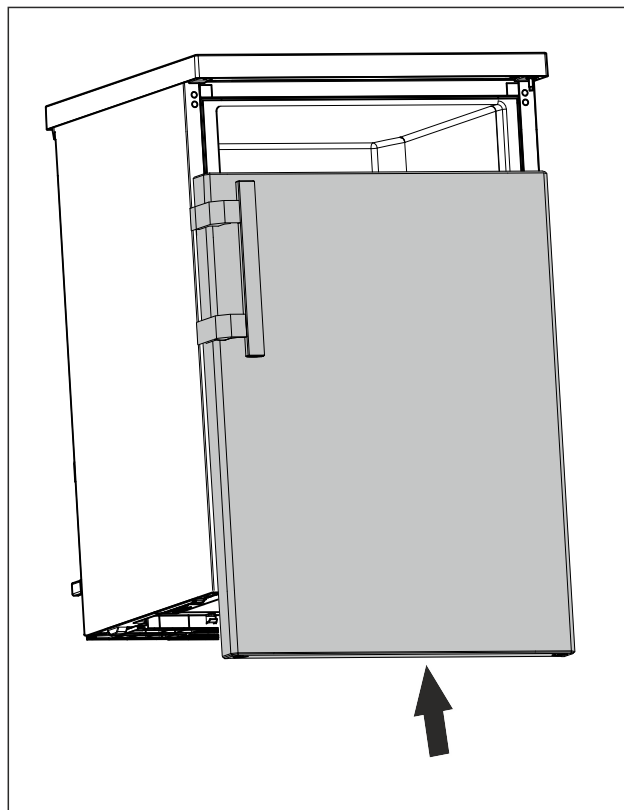

Fig. 23
- Schuif de deur op de bovenste grendel wanneer deze gesloten is. (zie Fig. 23)